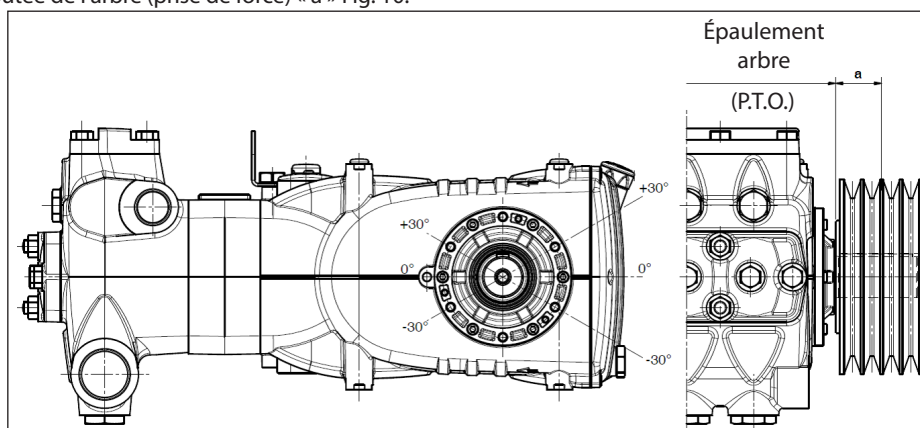

Fig. 10
La transmission est considérée appropriée si cette charge est appliquée à une distance maximum $a=40$ mm de l'épaule de l'arbre (prise de force) comme indiqué Fig. 10.
- b) Utiliser des courroies à haut rendement - par exemple **XPB** au lieu de **SPB** - car il sera nécessaire d'avoir une quantité inférieure de courroies égales à la puissance transmise et par conséquent une distance inférieure de la résultante par rapport à la butée de l'arbre (prise de force) « a » Fig. 10.